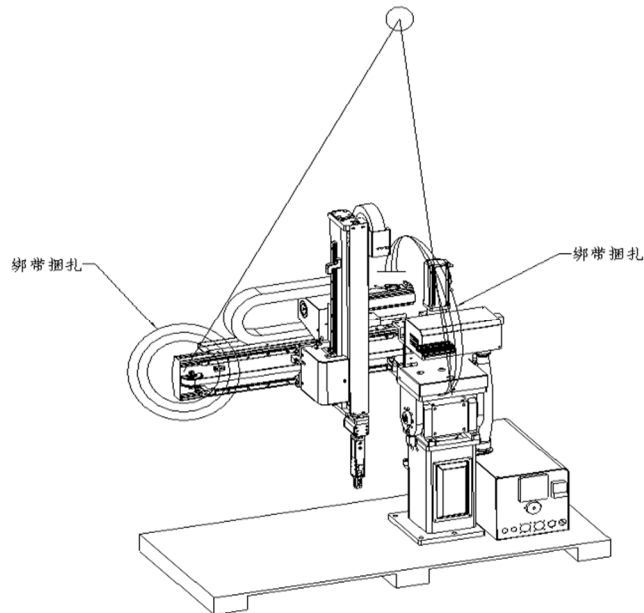

图 1-2: SS3 吊装示意图
| 图 1-2: SS3 吊装示意图 .....       | 8  |
- b) 使用吊带，固定于机器吊装指示位置，按图 1-2,1-4,1-6 所示进行吊装。